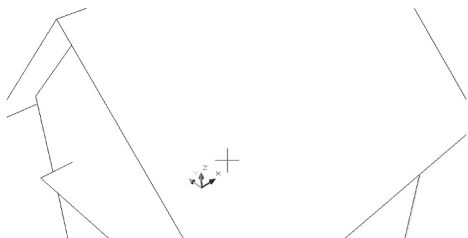
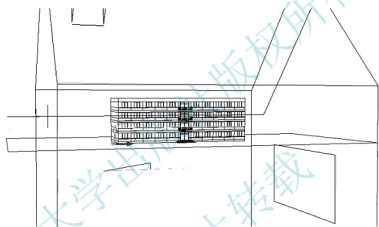

图 6.74 视点距离调整至“200000”的视图
图 6.75 改变视点位置
(4) 在**指定新的相机目标距离<20.0000>**:提示下,输入“200000”,表示视点到目标对象的距离为 200000mm,结果如图 6.74 所示。
(5) 在**输入选项 [相机(CA)/目标(TA)/距离(D)/点(PO)/平移(PA)/缩放(Z)/扭曲(TW)/剪裁(CL)/隐藏(H)/关(O)/放弃(U)]**:提示下,输入“CA”,选择相机(视点)的位置。
(6) 在**指定相机位置,输入与 XY 平面的角度,或 [切换角度单位(T)]<35.2644>**:提示下,移动光标使视点向下移动,以人眼的高度来观察模型,结果如图 6.75 所示。
(7) 按 Enter 键结束命令。